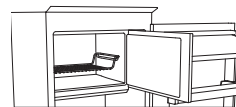
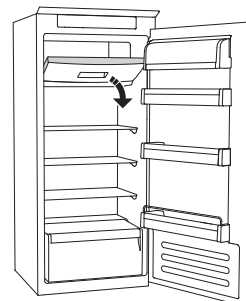

Figura 1
Figura 2
- arrume os alimentos na grelha, se existir (figura 1), ou diretamente no fundo do compartimento (figura 2)
- coloque os alimentos no meio do **❄️❄️❄️** compartimento sem que estes entrem em contacto com alimentos já congelados, mantendo uma distância de cerca de 20 mm (figura 1 e 2).
O SISTEMA STOP FROST (disponível consoante o modelo) facilita o processo de descongelação do compartimento do congelador. O acessório STOP FROST (figura 1) foi desenhado para recolher algum do gelo que se forma no compartimento do congelador e pode ser facilmente retirado e limpo, reduzindo assim o tempo necessário para descongelar o interior do compartimento do congelador.
- Abra a porta do compartimento do congelador e retire a gaveta superior (figura 2).